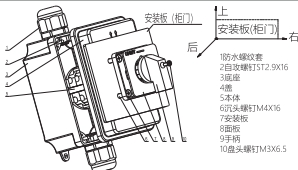

图11 LW32-20小面板带防护外壳板后安装示意图
6.2.6 LW32-20小面板带防护外壳产品板后安装方法(见图11)